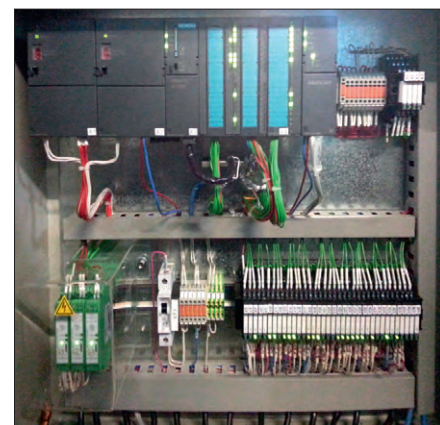

Рис. 2. Шкаф УРП
- Для организации передачи данных от УРП ШПУ (рис. 2) в локальную вычислительную сеть рудника, построенную по технологии Ethernet, были задействованы: